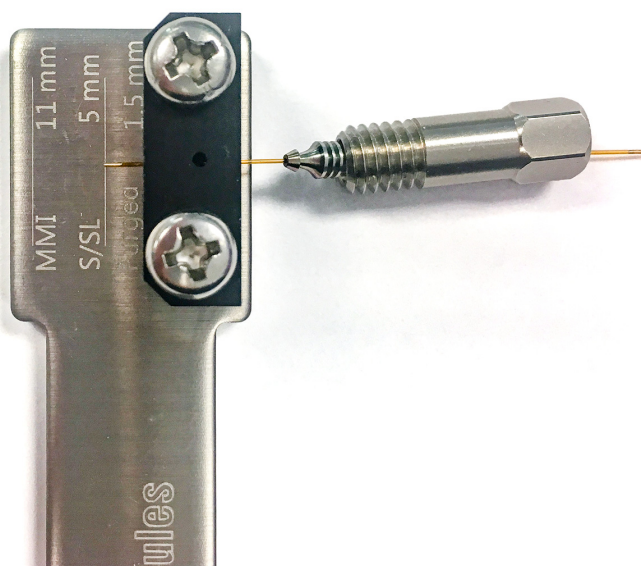

図 13. カラムナット、フェラル、カラム固定用ツールにカラムを通す
- 3 カラムナット、フェラル、カラム固定用ツールにカラムを通します (図 13 参照)。